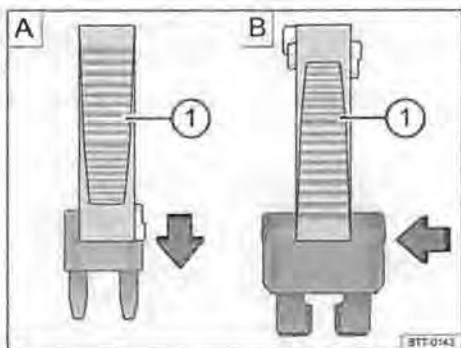

Fig. 129 Estrazione o inserimento del fusibile con la pinzetta di plastica: A fusibile lamellare; B fusibile PAL.
- Inserire lateralmente la pinzetta di plastica scegliendo la grappa adatta al tipo di fusibile → fig. 129 A ① o → fig. 129 B ①.
- Se il fusibile è bruciato, sostituirlo con uno nuovo dello stesso amperaggio (stesso colore e stessa scritta) e delle medesime dimensioni → ①.